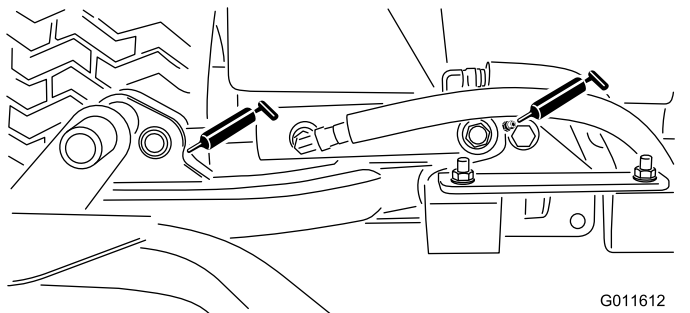

図 61
- 昇降アームのシリンダ各カuttingユニットの2ヶ所一 図 61
- 昇降アームのピボット各アームに1ヶ所一 図 61